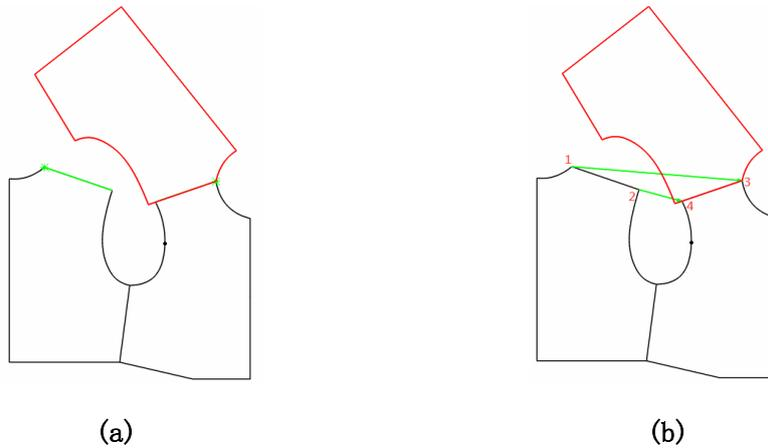

图 2-2-27 对接
(4)  (对接): 用于把一组线向另一组线上对接。让鼠标靠近对接线上需对齐的点, 单击左键, 再单击另一条对接线上需要对齐的点, 单击左键, 然后单击右键, 框选需要对接的点、线或单击需要对接的点、线, 最后单击右键完成对接, 如图 2-2-27 (a) 所示。也可按顺序单击需要对接的点, 如图 2-2-27 (b) 所示, 单击 1、3、2、4 后框选需要对接的点、线或单击需要对接的点、线, 最后单击右键完成对接。